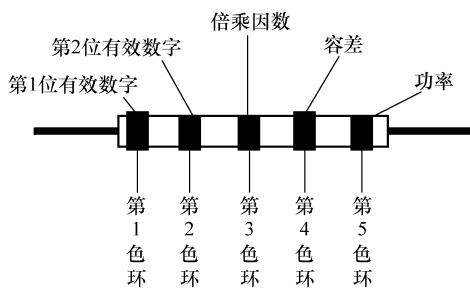

图 2-3 五色环电阻表示方法
② 五色环电阻就是指用五条色环表示阻值的电阻，从左向右数，如图 2-3 所示。前三个色环为该电阻的有效数字，第四环表示有效数字的倍率，用 10^x 来表示，第五环为阻值允许偏差，多数棕色为 $\pm 1\%$ 。五色环电阻的第四和第五环相隔距离比较大。